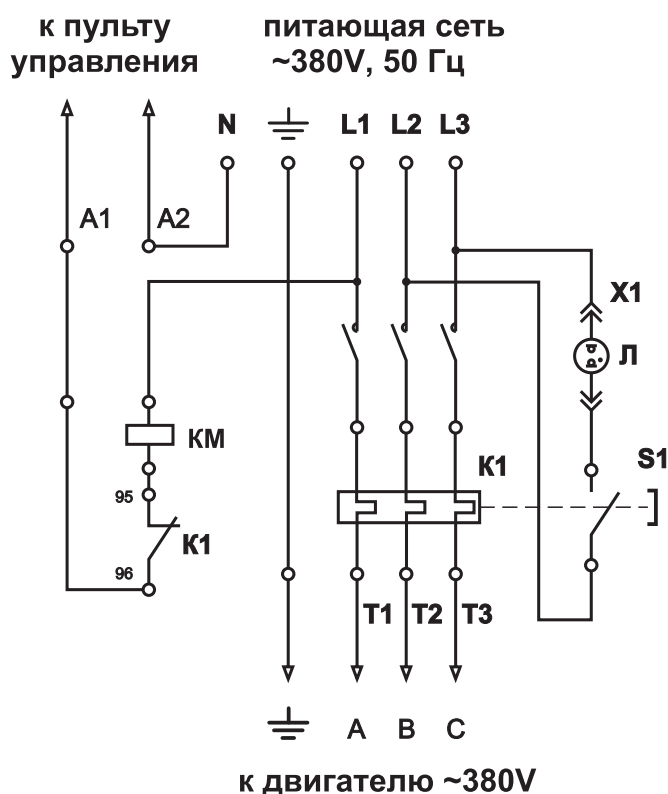

Рис.8 Схема подключения щита управления золоудалением
26. Подключите шнур от щита к двигателю мотор - редуктора согласно монтажной схемы (**Рис.8**);